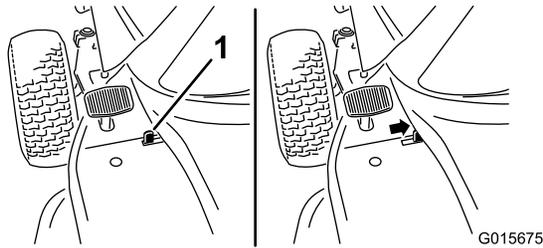

Figure 5
3. Poussez l'interrupteur de frein de stationnement (Figure 5) et relâchez progressivement la pédale de frein.